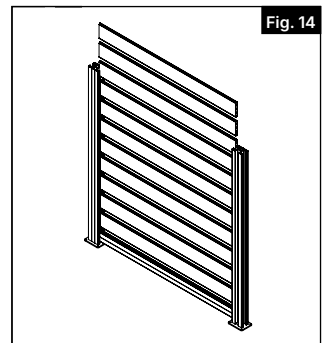

Fig. 14
- 10.** Install the 11 infill boards into the PVC post channel and into the bottom rail channel. Install first board with the tongue facing up and repeat for remaining pickets (Fig. 14).
Instalar las 11 tablas de relleno en el canal del poste de PVC y en el canal del riel inferior. Instalar la primera tabla con la lengüeta hacia arriba y repetir con los restantes postes (Fig. 14).